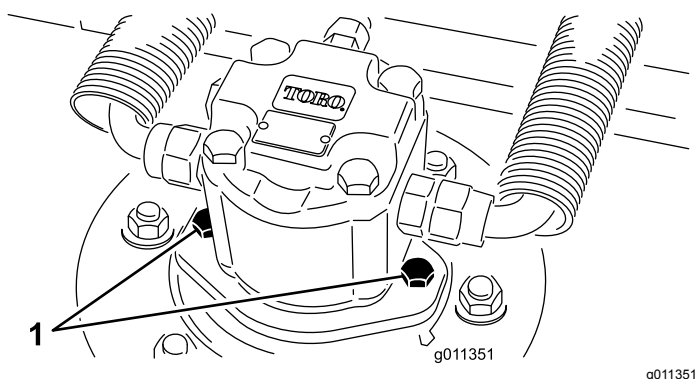

Figura 92
2. Scollegate e staccate il motore idraulico dal piatto di taglio (Figura 92). Coprite la parte superiore del mandrino per impedire che venga contaminato.
4. Montate il motore idraulico sul piatto di taglio (Figura 92). Verificate che l'O-ring sia in sede e non sia danneggiato.